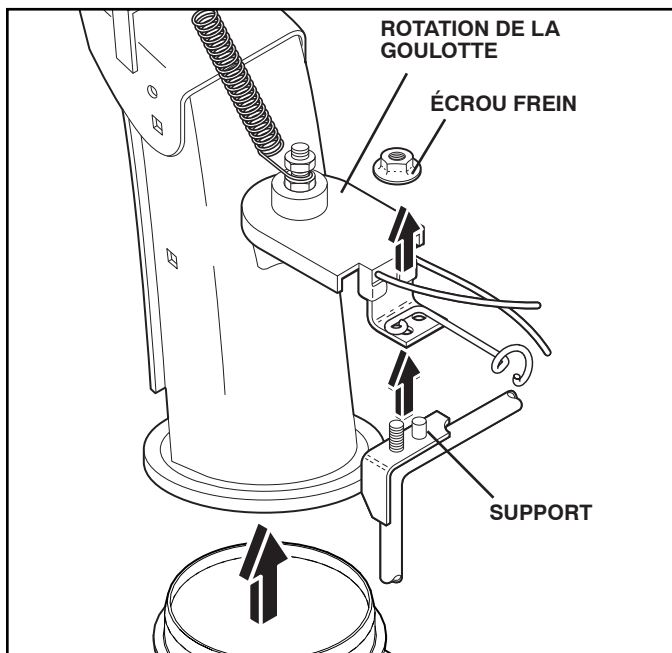

FIG. 20
2. ENLEVER LA GOULOTTE D'ÉVACUATION – Desserrer le contre-écrou qui retient la tête de rotation de la goulotte au support de montage. Desserrer-la juste assez pour permettre à la tête de rotation de la goulotte d'être surélevée et que la goulotte d'évacuation puisse être enlevée de sur la souffleuse à neige. Voir la Fig. 20.